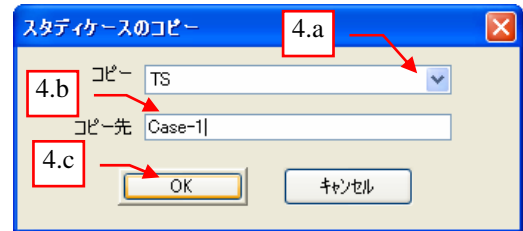

図 1
4. “スタディケースのコピー” ダイアログボックスが表示されます。図 1 参照